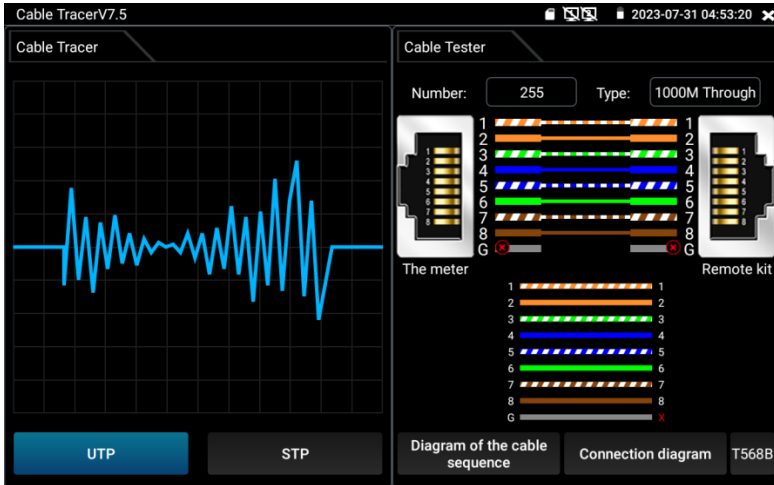

Рис. 134 Интерфейс приложения Cable Tracer в режиме проверки кабеля
- 3) Подключите второй конец кабеля к разъему RJ-45 (4, рис 133) для проверки корректности обжимки и прочих параметров. Тип текущей обжимки и состояние каждой пары в кабеле (есть контакт/нет контакта) будет отображено в правой части приложения в виде цветовой схемы (рис. 134)